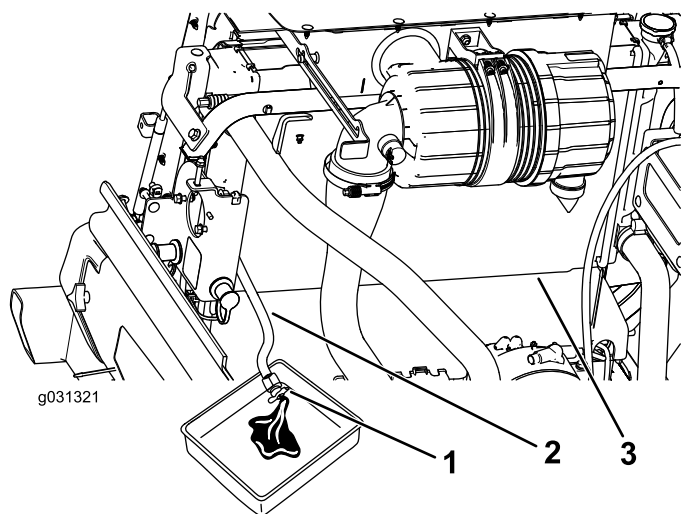

Bild 123
3. Legen Sie das Ende des Kühlerablassschlauchs in eine Auffangwanne und öffnen Sie das Ablassventil am Kühlerschlauch und lassen die Flüssigkeit in eine Auffangwanne ablaufen (Bild 123).
4. Schließen Sie das Ablaßventil am Kühlerablassschlauchs (Bild 123).